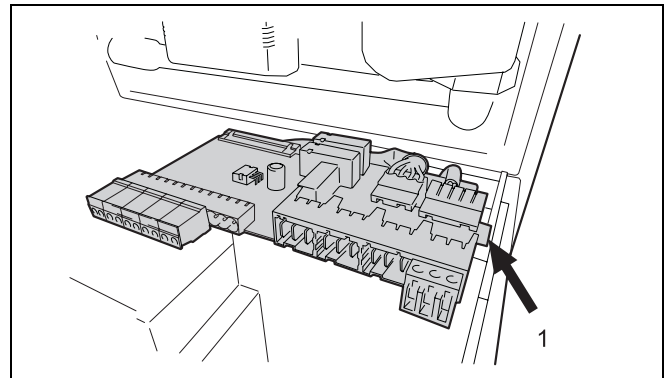

Fig. 11 Morsettiera
tiera attraverso il foro di collegamento (fig. 11, pos. 1).